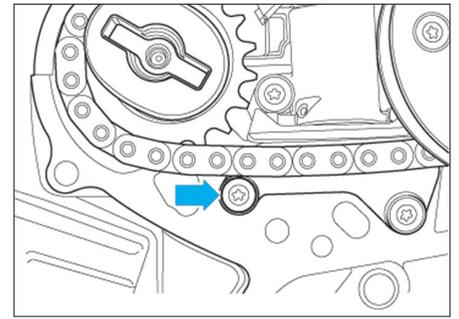

Fig. 58
- Retirer la vis de fixation du tendeur de chaîne (Fig.58).